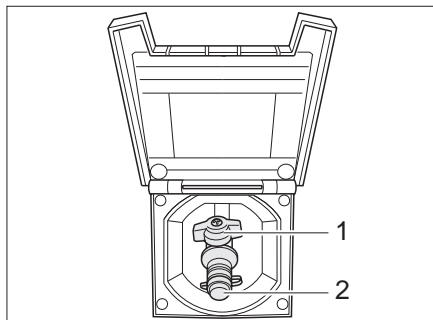

Fig. 177 Raccordement externe de gaz avec robinet d'arrêt de gaz fermé
Le raccordement externe de gaz (Fig. 177) se trouve, selon les modèles, à l'arrière ou sur le côté gauche ou droit du véhicule.
- Raccorder l'appareil à gaz externe sur le raccord (Fig. 177,2).
- Ouvrir le robinet d'arrêt de gaz (Fig. 177,1).